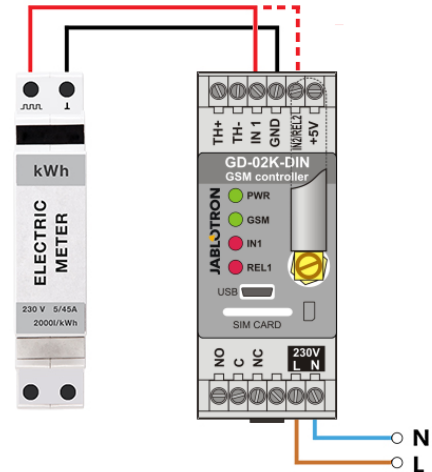

Рисунок 6: Режим вимірювання споживання електроенергії.
- Цей режим вимагає з'єднання імпульсного виходу лічильника електроенергії з клемою IN1 або IN2 та клемою GDN на GD-02K-DIN (див. рис. 6). Якщо лічильник електроенергії є двотарифним або якщо є два незалежних лічильника електроенергії, обидва входи можна використовувати одночасно. Лічильник може бути однофазним або трифазним.